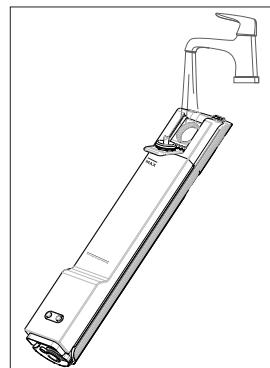

Fig. 7 – Llenado del depósito de agua
- ▶ Llene el depósito de agua limpia con agua corriente limpia. No utilice agua caliente o hirviendo para llenar el depósito de agua limpia. (**véase Fig. 7**)